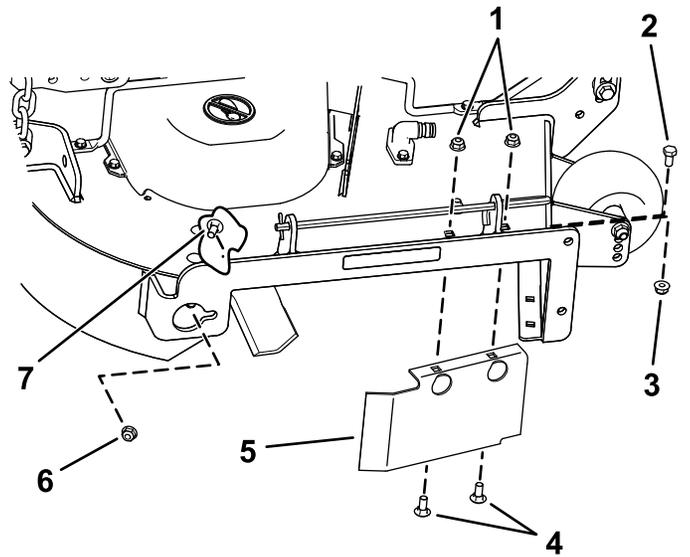

Figura 33
8. Retire el perno de cuello cuadrado (5/16" x 3/4") y la contratuercas (5/16"), situados en la pared trasera de la carcasa del cortacésped, que sujetan el deflector a la carcasa (Figura 33).
9. Localice el protector del deflector en el borde delantero del orificio de descarga lateral (Figura 33).
10. Retire las fijaciones que sujetan el protector del deflector y el deflector derecho a la carcasa del cortacésped (Figura 33).
13. Instale las fijaciones retirados anteriormente en los taladros delanteros de la placa de descarga y en el taladro delantero de la carcasa (Figura 33).